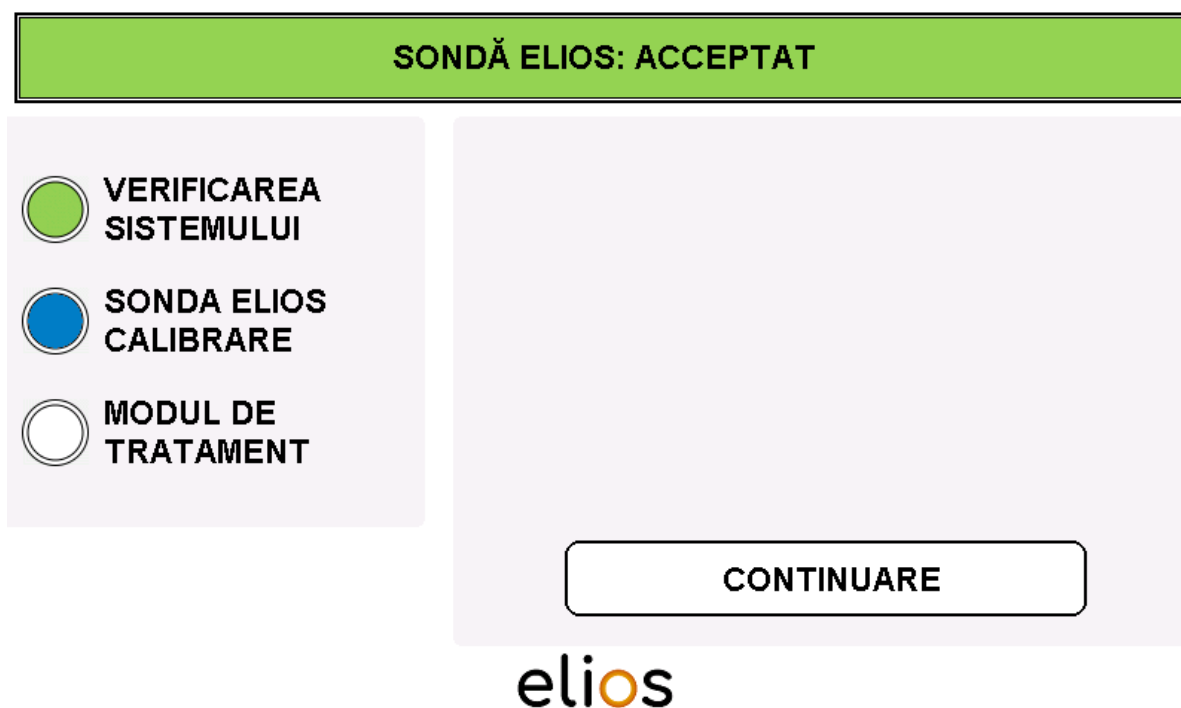

Fig. 4-7: Recunoașterea fibrei - ELIOS PROBE: ACCEPTED [ACCEPTAT]
- Dacă o nouă fibră sterilă este conectată la consola laser ELIOS, apare notificarea **"ELIOS PROBE: ACCEPTED"** [SONDĂ ELIOS: ACCEPTATĂ]. Următorul element de meniu este apoi disponibil prin apăsarea **"CONTINUE"** [CONTINUARE] (Fig. 4-7).